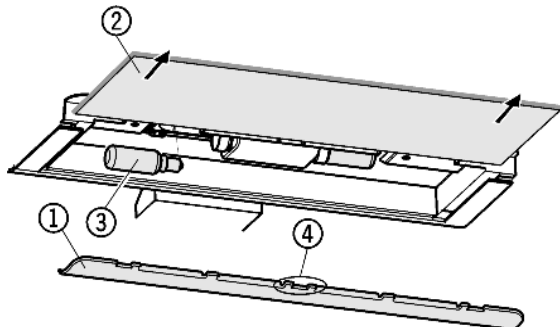

Fig. 23
- ▶ Enlever l'écran protecteur Fig. 23 (1) : saisir avec les doigts derrière l'écran protecteur et le faire décliqeter.
- ▶ Ôter la plaque de verre Fig. 23 (2).
- ▶ Remplacer l'ampoule Fig. 23 (3).
- ▶ Remettre en place l'écran protecteur : le faire encliquer à droite et à gauche et veiller à ce que le crochet Fig. 23 (4) du milieu saisisse au-dessus de la plaque de verre.